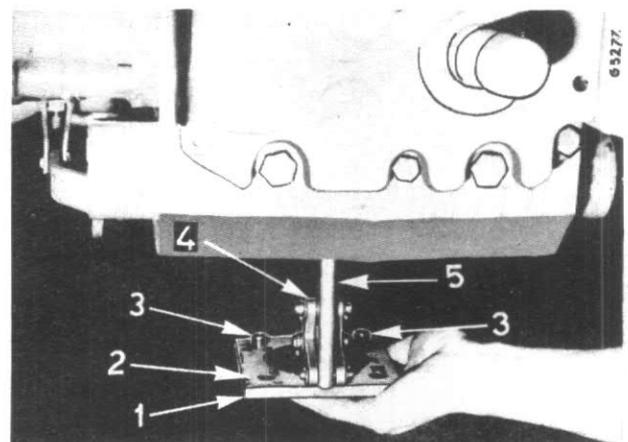

Fig. 77
Mettez en place l'ensemble du couvercle inférieur (Fig. 77) en interposant un joint neuf (2).